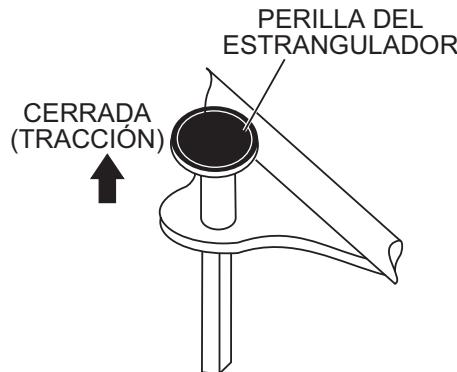

Figura 14. Perilla del estrangulador (posición cerrada)
- Si se arranca un motor en frío, ponga la perilla de estrangulación (Figura 14) en la posición **CERRADA**.